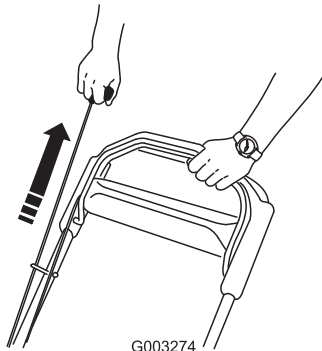

Figure 17
2. Tirez légèrement la poignée du lanceur (Figure 17) jusqu'à ce que vous sentiez une résistance, puis tirez vigoureusement et laissez le câble se rétracter lentement jusqu'au guide sur le guidon.